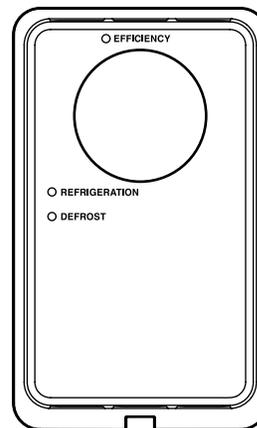

FIG. 2. Écran isolant existant
4. Retirer le couvercle de l'écran isolant existant, le cas échéant. Voir FIG. 2.